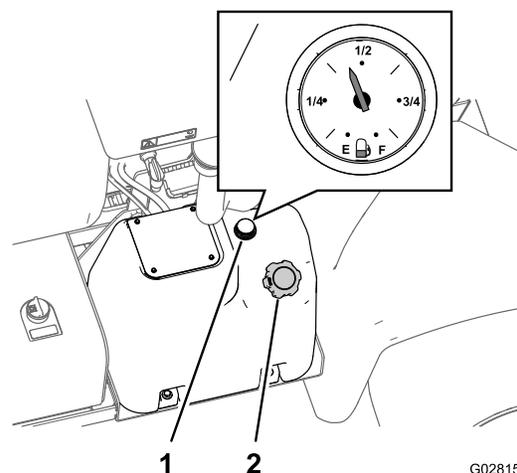

Figura 23
3. Limpie la zona alrededor del tapón del depósito de combustible (Figura 23).